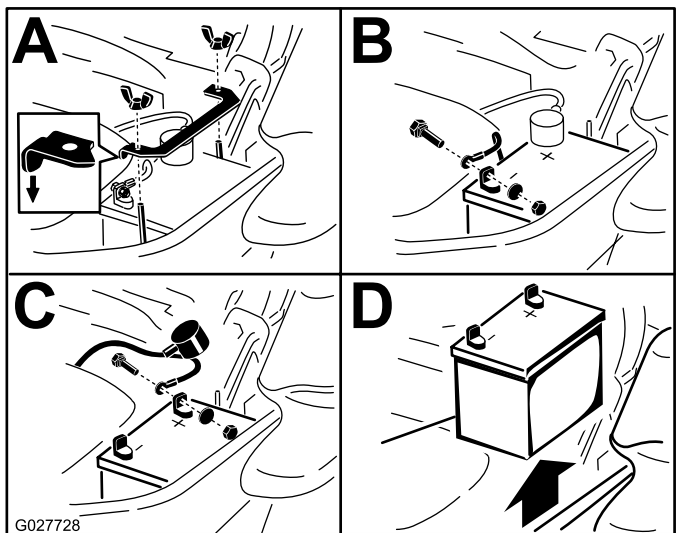

Figura 55
3. Retire la batería según se muestra en Figura 55.